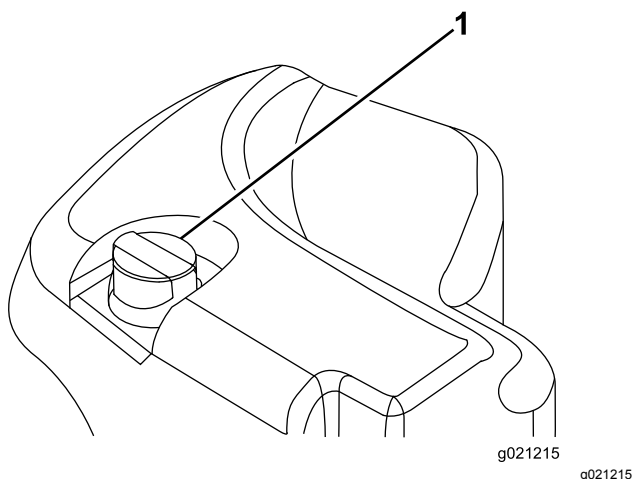

Рисунок 29
2. Очистите зону вокруг заливной горловины и крышки гидравлического бака (Рисунок 29). Снимите крышку с заливной горловины.